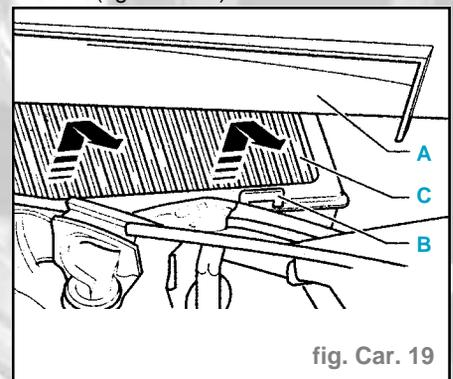

fig. Car. 19
- Relever l'élément mobile (A) du recouvrement du caisson d'évacuation d'eau (fig. Car. 19).